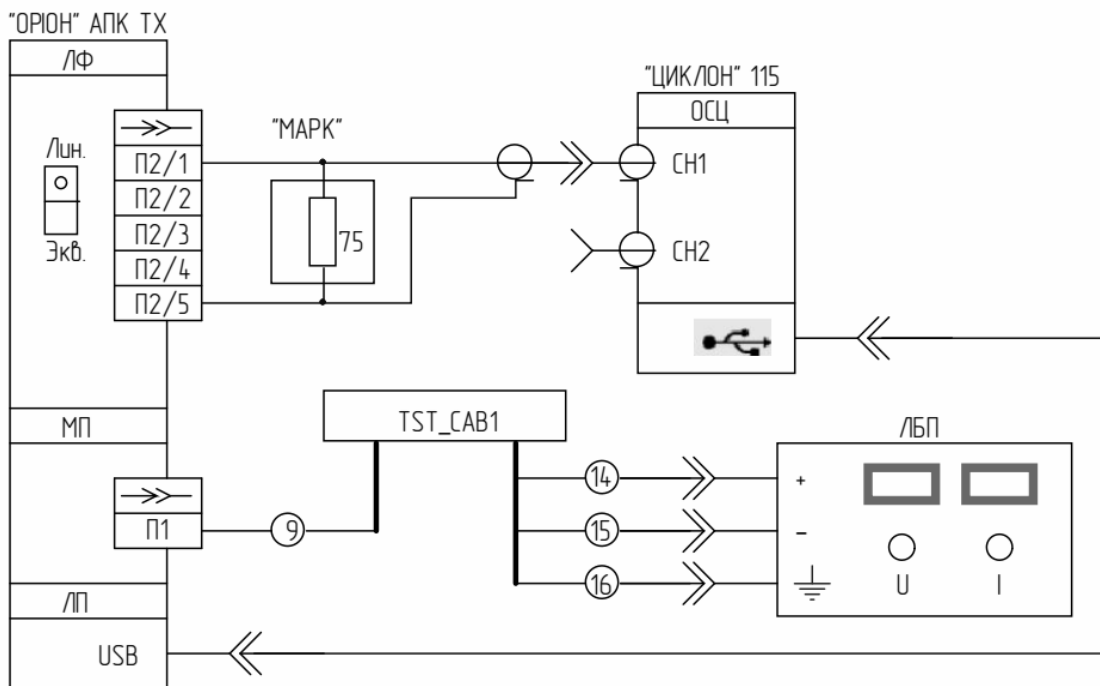

Рисунок 8.16.2 – Схема підключення
- 1) Підключити «ОРИОН» АПК ТХ до ЛБП з допомогою тестових кабелів «TST\_CAB1» (див. рисунок 8.16.2);